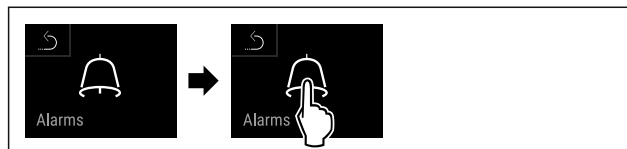

Fig. 154
- ▶ Suivre les étapes (voir Fig. 154).